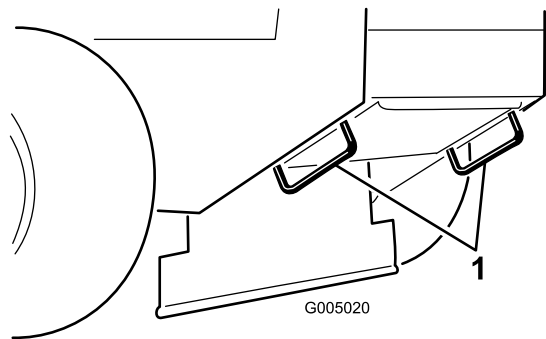

Figure 11
5. Servez-vous des points d'attache en métal de la machine pour arrimer solidement la machine sur la remorque ou le véhicule de transport au moyen de sangles, chaînes, câbles ou cordes (Figure 11).